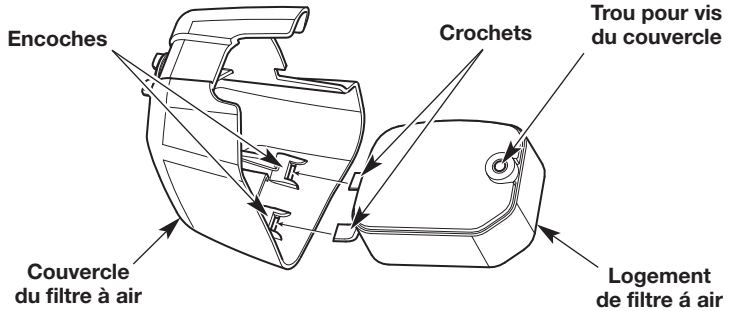

Fig. 15
7. Insérer les crochets sur le boîtier du filtre à air en fonction des encoches de son couvercle (Fig. 15).
8. Basculer le couvercle du filtre à air vers la droite et aligner la vis du couvercle avec le trou de la vis (Fig. 15). Serrez la vis du couvercle, de manière à immobiliser le couvercle du filtre à air.